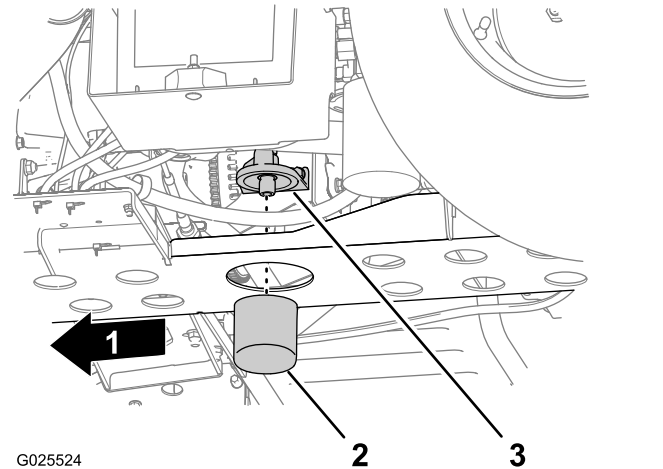

Figura 45
- Retire o filtro do óleo do adaptador do filtro (Figura 45).
- Limpe a base vedante do adaptador do filtro (Figura 45).
o filtro no sentido dos ponteiros do relógio mais 1/2 a 2/3 de volta (Figura 45).